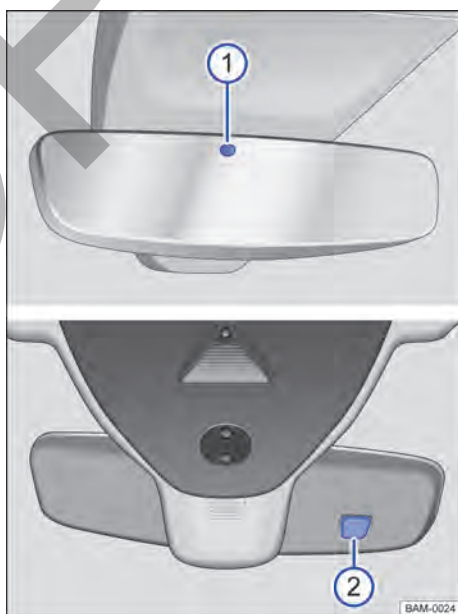

Fig. 117 En el parabrisas: retrovisor interior antideslumbrante automático.
Con el encendido conectado, los sensores miden la incidencia de la luz por detrás → fig. 117 ① y por delante ②.